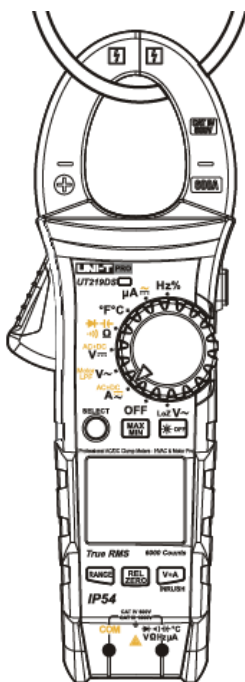

Рис.4
2. Нажмите рычаг открытия клещей и полностью охватите клещами проводник (только один). Для наибольшей точности поместите проводник в центре клещей Рис.4.В противном случае возникнет дополнительная погрешность, так как токоизмерительные клещи позволяют измерить только один проводник тока, а показания будут ошибочными, если одновременно измеряются два или более проводников тока.
3. Нажмите и удерживайте рычаг, чтобы открыть зажимы, зажмите зажимы на проверяемом проводнике, затем медленно отпустите курок, пока зажимы полностью не закроются, убедитесь, что проверяемый проводник зажат по центру зажимов, в противном случае возникнет дополнительная ошибка, так как токоизмерительные клещи позволяют измерить только один отдельный проводник тока, а показания будут ошибочными, если одновременно измеряются два или более проводников тока. Рис.4.